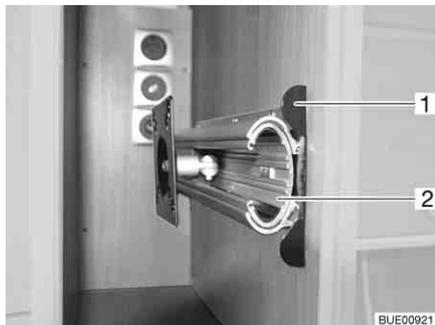

Fig. 73 Suporte no móvel para televisão
- Empurre para dentro a régua de destravar (Fig. 73,1).
- Puxe o esticador (Fig. 73,2) para fora até ao encosto.
- Desloque para dentro o esticador (Fig. 73,2) até que a régua de destravar (Fig. 73,1) encaixe.